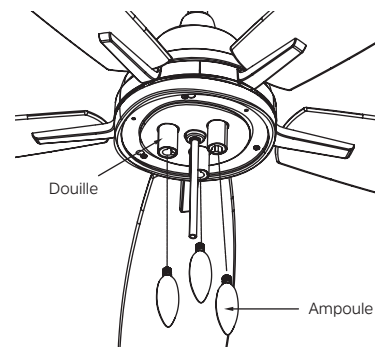

Fig. 22
Étape 3. Insérez des ampoules LED de 4 watts maximum (incluses) dans chaque douille. Si nécessaire, remplacez-les par des ampoules de même puissance. (Fig. 22)